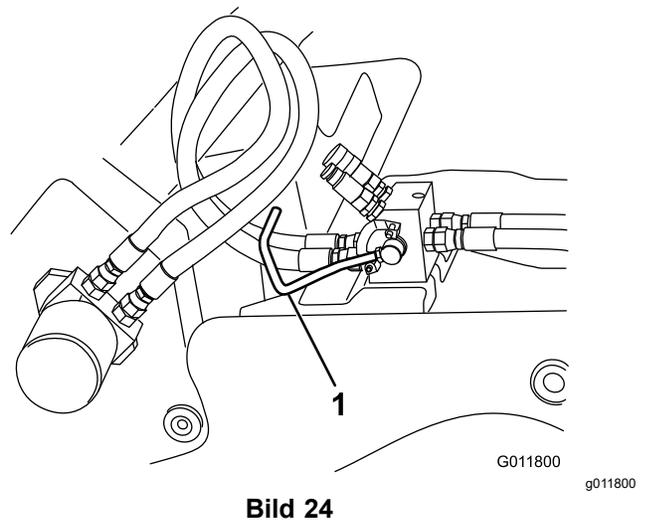

Bild 24
- Senken Sie den Umschalthebel am Hydraulikverteiler ab, um vom Grabenfräsen zum Antriebsbohrkopf zu wechseln (Bild 24).